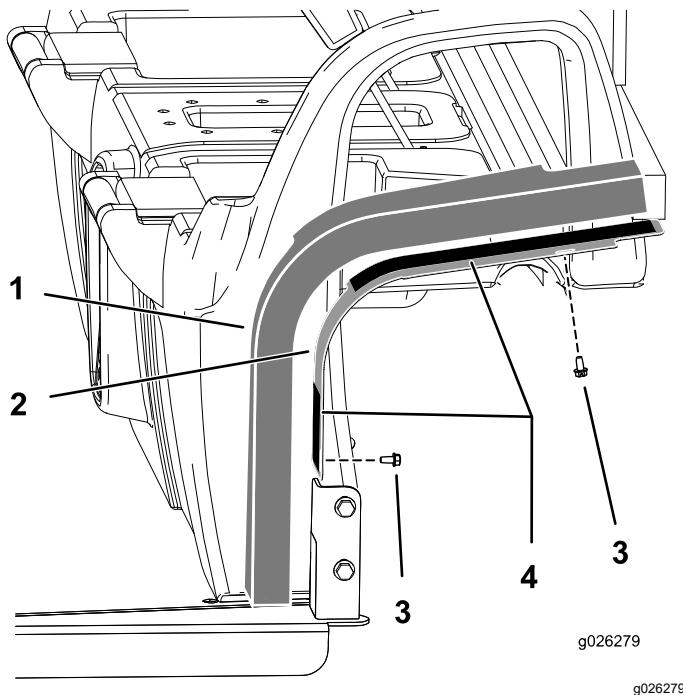

Figure 9
- Fixez les panneaux latéraux sur la cabine avec 4 boulons ($\frac{1}{4}$ "), comme montré à la Figure 9.
- Retirez la pellicule protectrice du ruban adhésif double face sur les plaques de montage (Figure 9).
- Montez les panneaux en mousse sur l'ensemble (Figure 9).